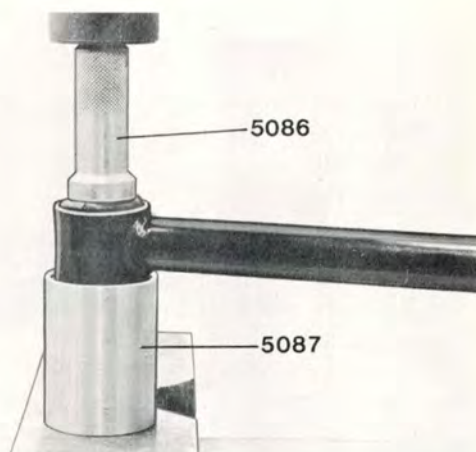

Bild 7-19.
3. Pressa ur bussningarna med dorn 999 5086 och med 999 5087 som mothåll (bild 7-19).